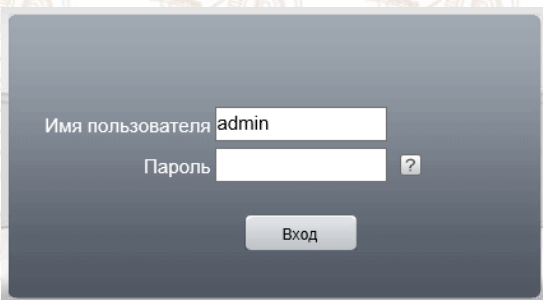
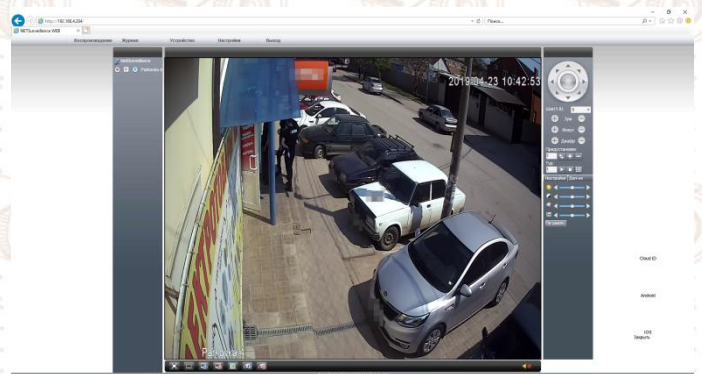

Рис.3 Поле авторизации
Рис.4 WEB-интерфейс видеокamеры
- после успешной установки компонента будет приложено пройти авторизацию(Рис.3). По умолчанию имя пользователя: “admin”, значение пароля остается пустым. После успешной авторизации Вы перейдете в интерфейс камеры(Рис.4)